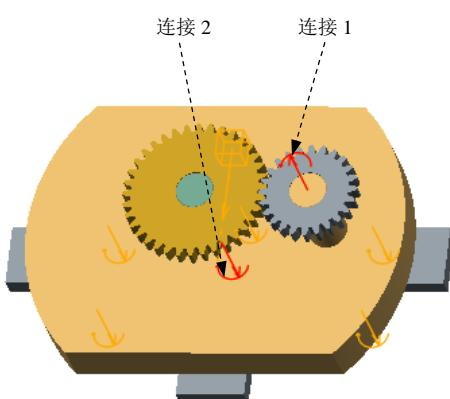

图 9.4.32 齿轮副设置
(1) 选择命令。单击 **机构** 功能选项卡 **连接** 区域中的“齿轮”按钮 ，系统弹出“齿轮副定义”对话框。
(2) 选择定义类型。在 **类型** 下拉列表中选择 **正** 选项。
(3) 定义“齿轮 1”。在图 9.4.32 所示的模型上，选取连接 1（小齿轮与基座之间的销连接）为定义对象。
(4) 定义“齿轮 2”。单击 **齿轮2** 选项卡，在图 9.4.32 所示的模型上，选取连接 2（连杆与基座之间的销连接）为定义对象。